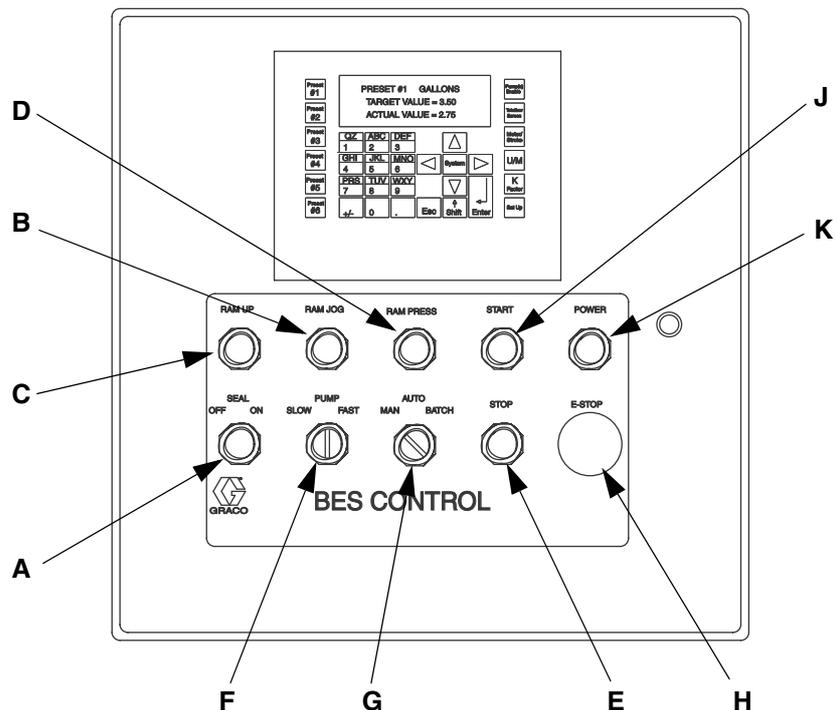

FIG. 12: N. Parte 15H145 e 15J902 comando elettronico
**NOTA:** Premere il pulsante **ARRESTO** in qualsiasi momento per arrestare il sistema. Vedere la FIG. 12.